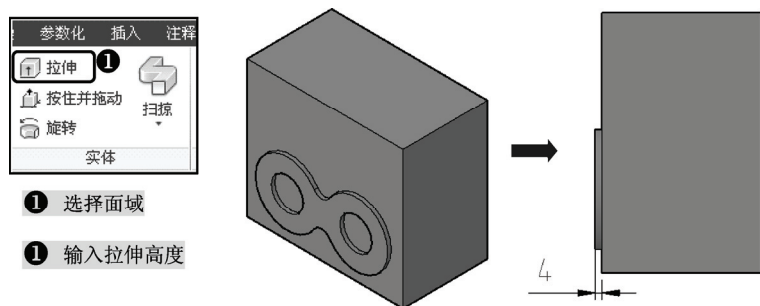

图 14-23 拉伸面域
8) 将“视图”转换到“西南等轴测”; 单击“实体”选项卡, 在“实体”面板中单击“拉伸”工具按钮, 单击刚才创建的面域, 向左下方拉伸, 拉伸高度为 4, 如图 14-23 所示。